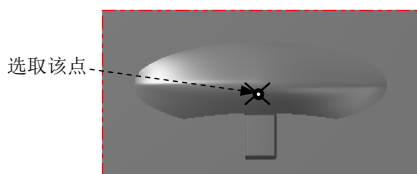
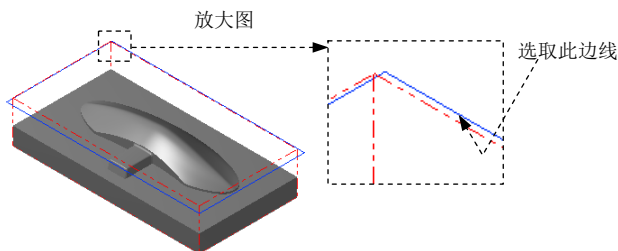

图 9.4 定义基准点
图 9.5 选取切削范围边线
Step1. 绘制边界。单击顶视图 按钮，选择下拉菜单 **C 绘图** → **R 矩形...** 命令，系统弹出“矩形”工具栏。在“矩形”工具栏中确认 按钮被按下，选取图 9.4 所示的坐标原点（此时在“标准选择”工具栏的 文本框、 文本框、 文本框中均为 0），然后在 后的文本框中输入值 330，在 后的文本框中输入值 180，按 Enter 键。单击 **✓** 按钮，完成矩形边界的绘制，结果如图 9.5 所示。
(2) 设置加工边界。在 **Containment boundary** 区域中单击 按钮，系统弹出“串连选项”对话框。在图形区中选取图 9.5 所示的边线。单击 **✓** 按钮，系统返回至“刀具路径的曲面选取”对话框。
(3) 单击 按钮，完成加工区域的设置，同时系统弹出“曲面粗加工挖槽”对话框。